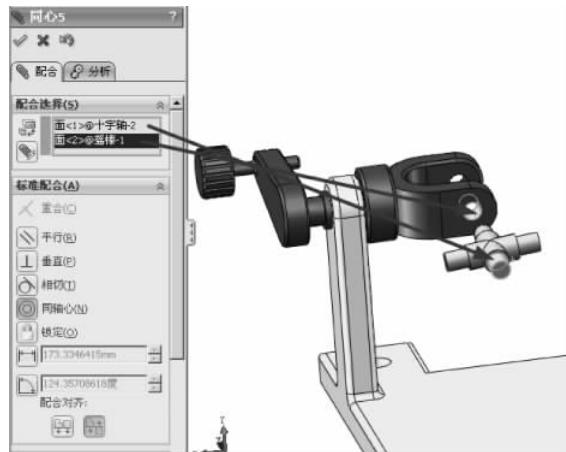

图 3-67 同轴心配合
(2) 单击【装配体】工具栏中的【配合】按钮 ，弹出【配合】的属性设置。选择【标准配合】选项组下的【同轴心】配合类型 ，在【要配合的实体】选择框 中选择如图 3-67 所示的面，其他保持默认，单击【确定】按钮 ，完成同轴心的配合。